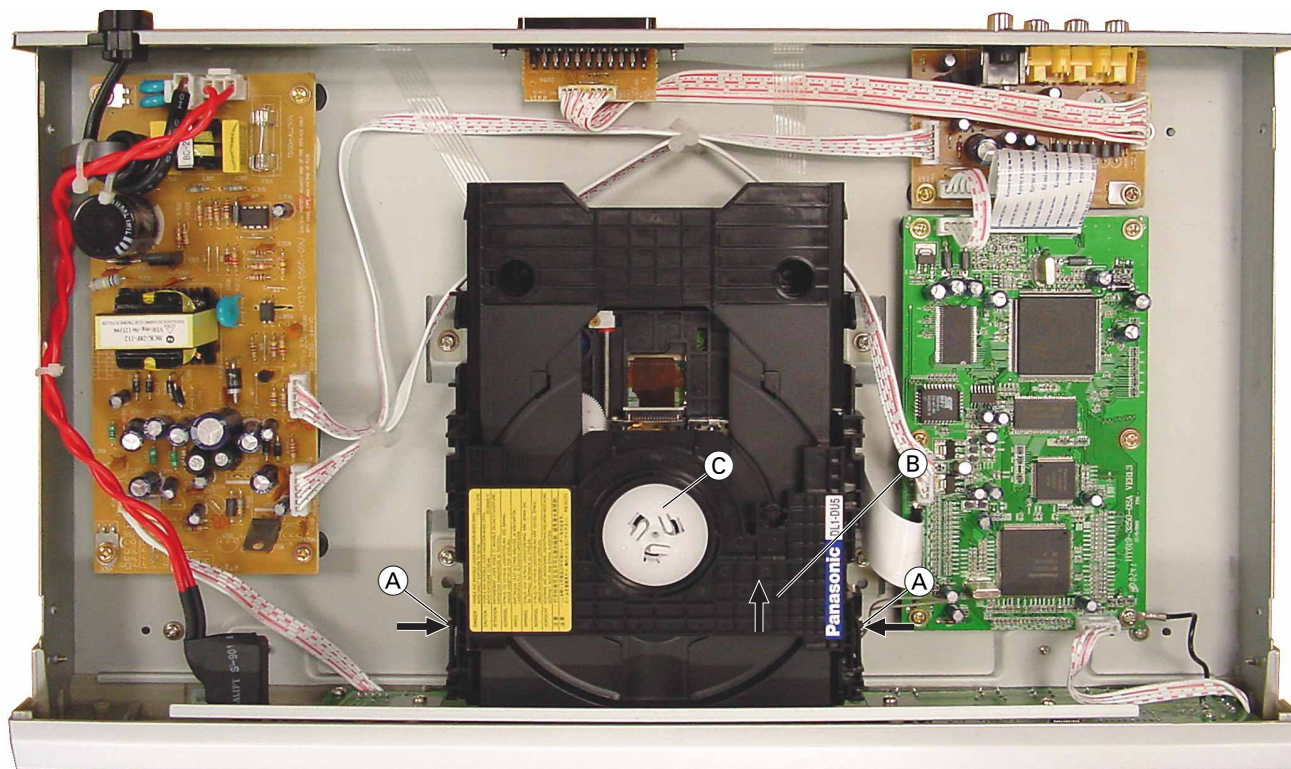

Fig. 1
- Rastnasen (A) (Fig. 1) zum Laufwerk drücken, Zentrierscheibe (B) anheben und Halter (C) nach hinten schieben.
- Halter (C) (Fig. 1) anheben und DVD/CD aus defektem Laufwerk entnehmen.
- Press the locking lugs (A) (Fig. 1) against the drive, lift the centring washer (B) then slide the holder (C) to the rear.
- Lift the holder (C) (Fig. 1) then remove the DVD/CD from the defective drive unit.